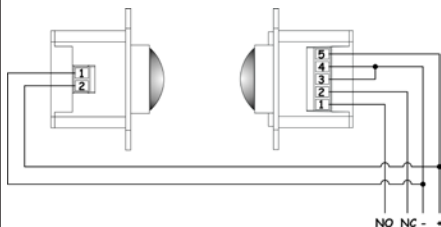

Fig. 12
- Una coppia di fotocellule come datore di impulso e sicurezza (fig. 12).